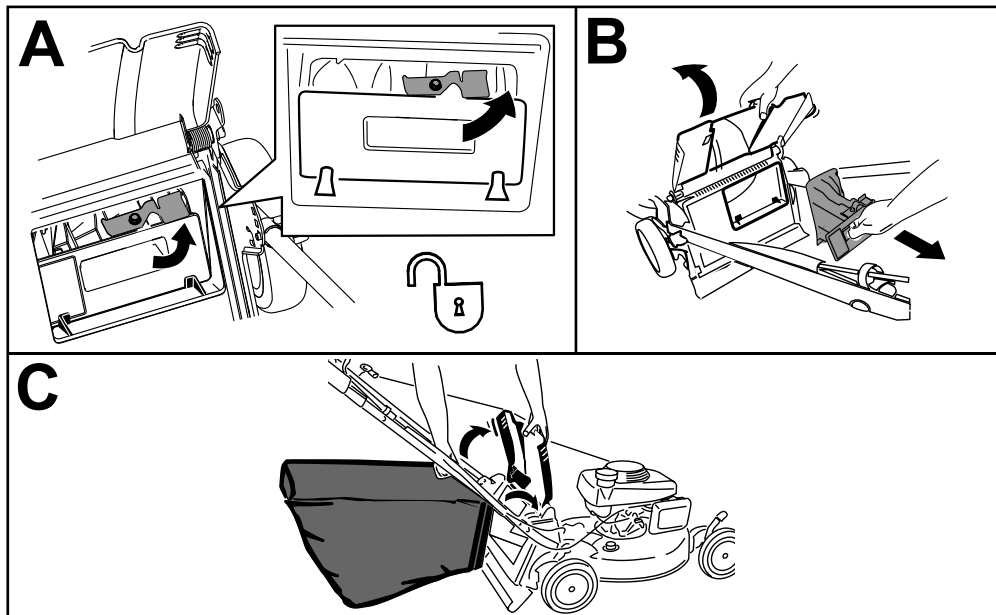

Figura 16
**Nota:** Para desbloquear el tapón trasero, gire la palanca del tapón a la derecha (**Figura 16**).
1. Levante y sujete el deflector trasero y desbloquee el tapón trasero (Figura 16, A).
2. Extraiga el tapón trasero (Figura 16, B).
3. Cuelgue el borde superior delantero de la bolsa de los pasadores situados en las muescas de los soportes del manillar (Figura 16, C).